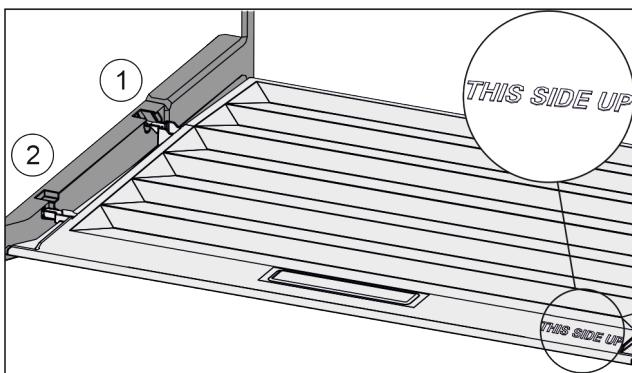

Fig. 85
- ▶ Robova predala vstavite nad odprtino zadnjega držala Fig. 85 (1), spredaj pa ju zataknite v držalo Fig. 85 (2).